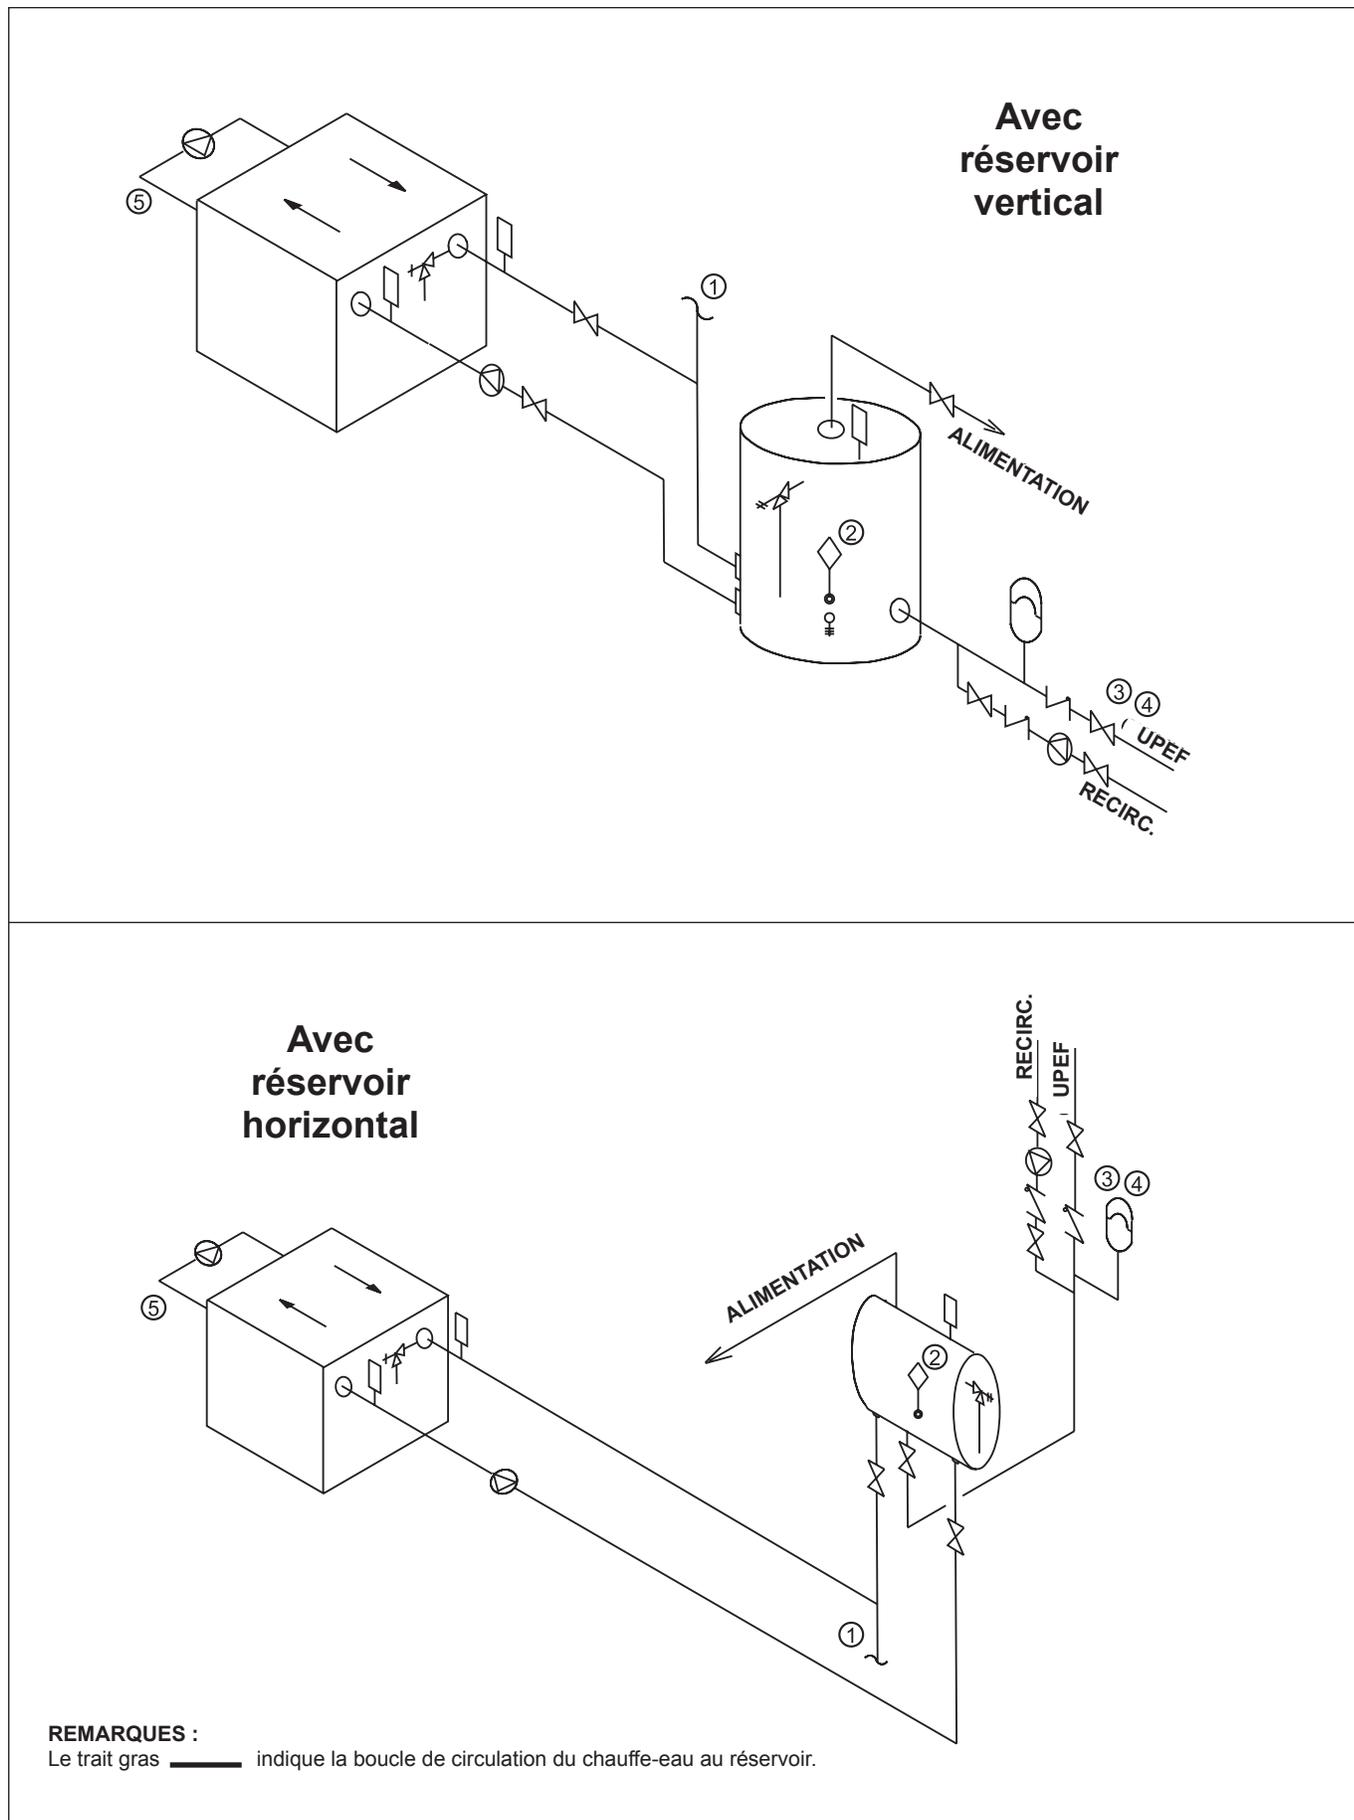

Figure 11. Système d'alimentation en eau chaude (Modèles VW et PW).
1. La pompe fournie en usine sur les chauffe-eau **PW** et la pompe fournie sur le terrain recommandée pour les chauffe-eau modèle **VW** sont dimensionnées pour assurer une circulation correcte à travers le chauffe-eau et la boucle de circulation du chauffe-eau au vase d'expansion (voir les Figures 11 et 12). Si la boucle de circulation du chauffe-eau au vase d'expansion **ne contient pas plus de 6 coudes ou 9 m (30 pieds) de tuyau**, utilisez dans la boucle des raccords de tuyauterie supérieurs ou égaux aux suivants :